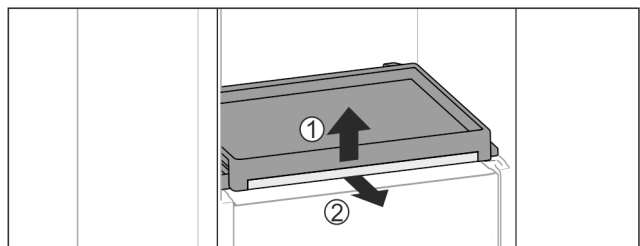

Fig. 113
- Auszugsbord mit Glasplatte entnehmen: Glasplatte vorne leicht anheben Fig. 113 (1) und nach vorne herausziehen Fig. 113 (2).